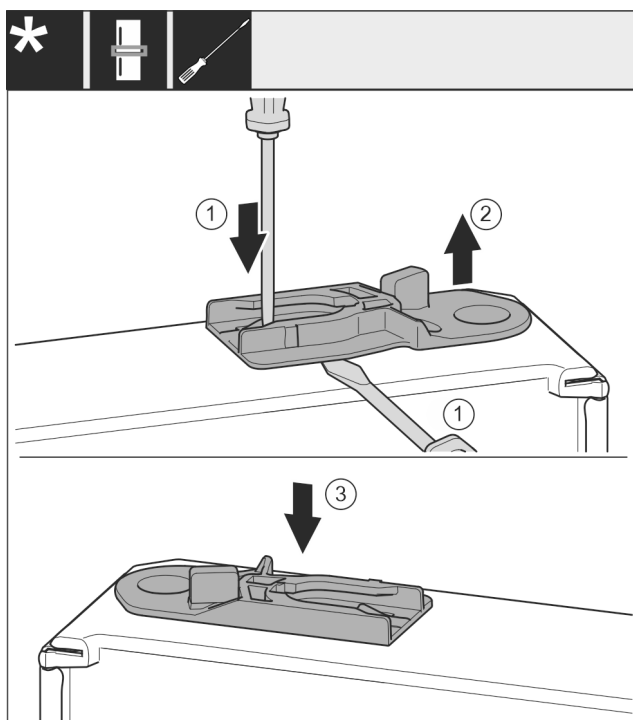

Fig. 34
- ▶ Aparat cu amortizor de închidere: Scoateți bușca de ghidaj: Apăsăți eclisa Fig. 34 (1) cu șurubelnița plată și, concomitent, duceți-o cu șurubelnița plată sub bușca de ghidaj Fig. 34 (2).
- ▶ Aparat cu amortizor de închidere: Împingeți bușca de ghidaj Fig. 34 (3) atașată în pachetul de livrare pe altă parte a carcasei.